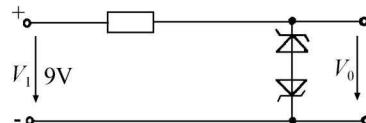

图 1-1-9
9. 现有稳压值为 6V 的硅稳压管两只，按图 1-1-9 所示方法接入电路，则 $V_0 = ()$ 。